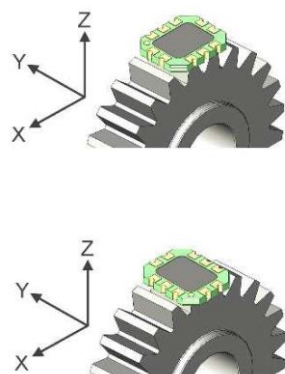

图1 XYZ轴坐标系。
ID4501G增量式编码器套件含编码器和齿轮（图1）。该编码器是PCB机壳内的SMD型集成电路。该编码器提供A与B正交增量信号（图2）。齿轮材质为铁磁钢，模数为0.5。用表1选择该编码器的方向。
- 空气间隙** 在Z轴方向上，编码器与齿轮间的距离。参见图1。